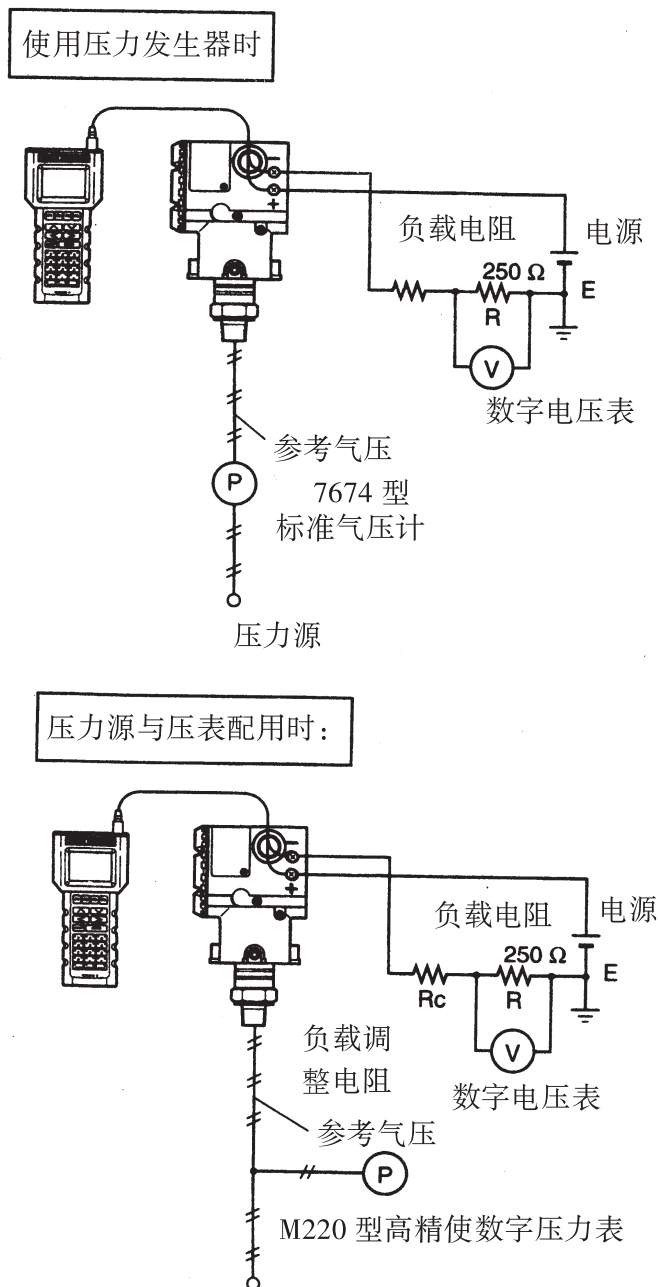

图 9.3.1 仪表连接
1) 按图 9.3.1 所示，连接好各仪表、并通电预热至少五分钟。